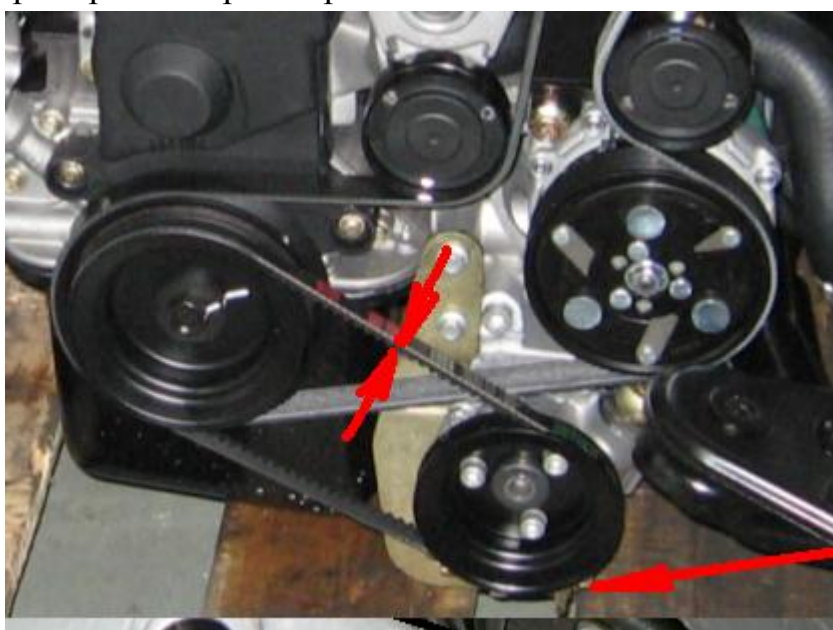

Рис.16. Привод гидроусилителя.
2. Для определения натяжения, приложить усилие на ремень между шкивами 80...100 Н (8...10 кгс) и проверить прогиб (см. рис. 16). Прогиб ремня должен быть 8...10 мм. Контролировать линейкой.